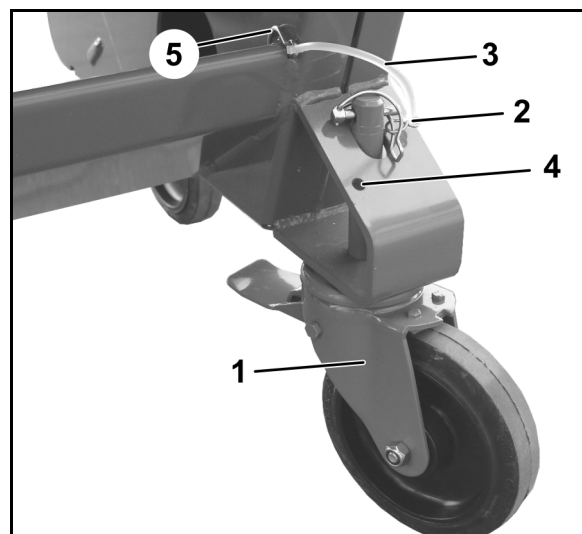
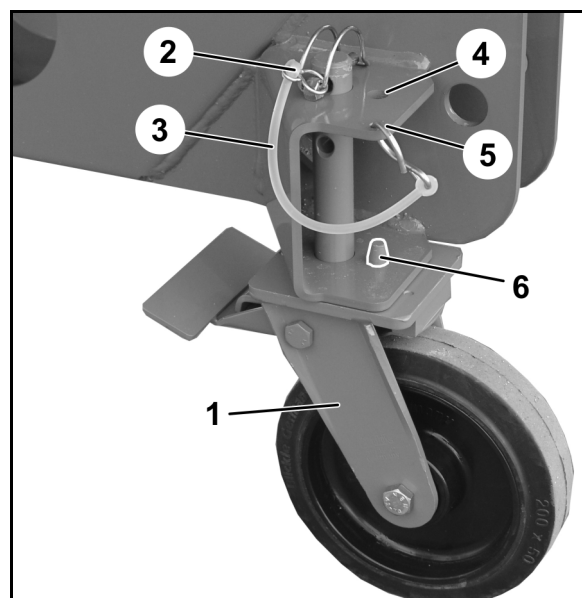

Fig. 9
Fig. 10
- Fastgør klapsplitterne med sikringsbånd (Fig. 9/3; Fig. 10/3) på maskinen (Fig. 9/5; Fig. 10/5).
5. **Styrbare** ruller **foran** (Fig. 9/1),
Stive ruller **bag** (Fig. 10/1)
- monteres og sikres med klapsplit (Fig. 9/2; Fig. 10/2) hhv.
Når transportrullerne ikke er i brug, fastgøres klapsplitten i parkeringsposition (Fig. 9/4; Fig. 10/4).
Ved montering af de stive ruller skal man sørge for, at bolten (Fig. 10/6) har fat i rammen gennem boringen og således holder rullerne i længderetningen.